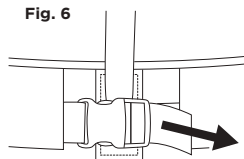

Fig. 6
4. Cinch down the webbing strap(s) to tighten safety top onto the portable container to secure contents inside. [Fig. 6]
4. Para que el contenido esté seguro, tire de las cinchas y ajuste la tapa de seguridad a la bolsa portaherramientas. [Fig. 6]